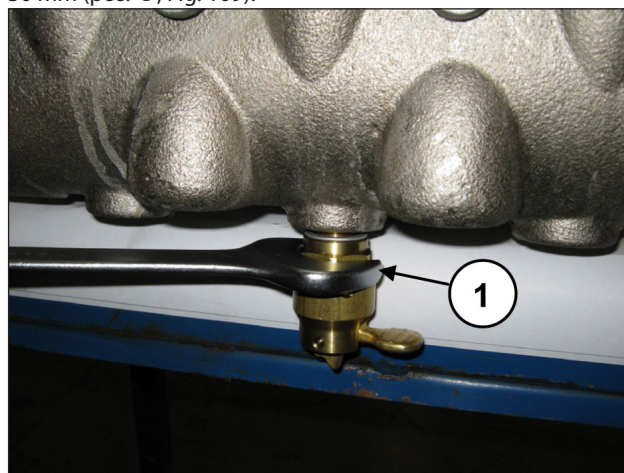

Fig. 109
Svitare il dispositivo apertura valvole mediante chiave da 30 mm (pos. ①, Fig. 109).